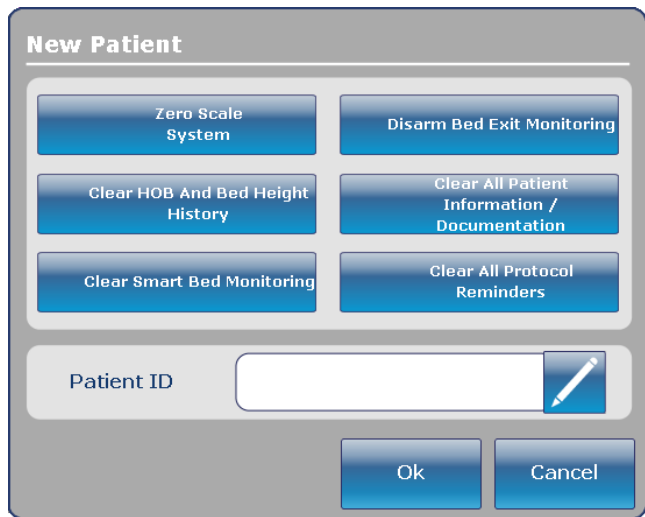

図3.1
- 新しい患者：“New”（新しい患者）ボタンを押すと、図3.1が表示され、患者の情報を入力できます。
Patient Information (患者の情報) 画面の “New Patient” (新しい患者) ボタンを押すと、図3.1が表示されます。鉛筆アイコンを押すとキーボード画面が現れるので新しい患者のIDを入力します。患者名を入力したら、キーボード画面の “Ok” ボタンを押し、次に New Patient (新しい患者) 画面の “Ok” を押します。新しい患者のIDが入った Patient Information (患者の情報) 画面が表示されます。